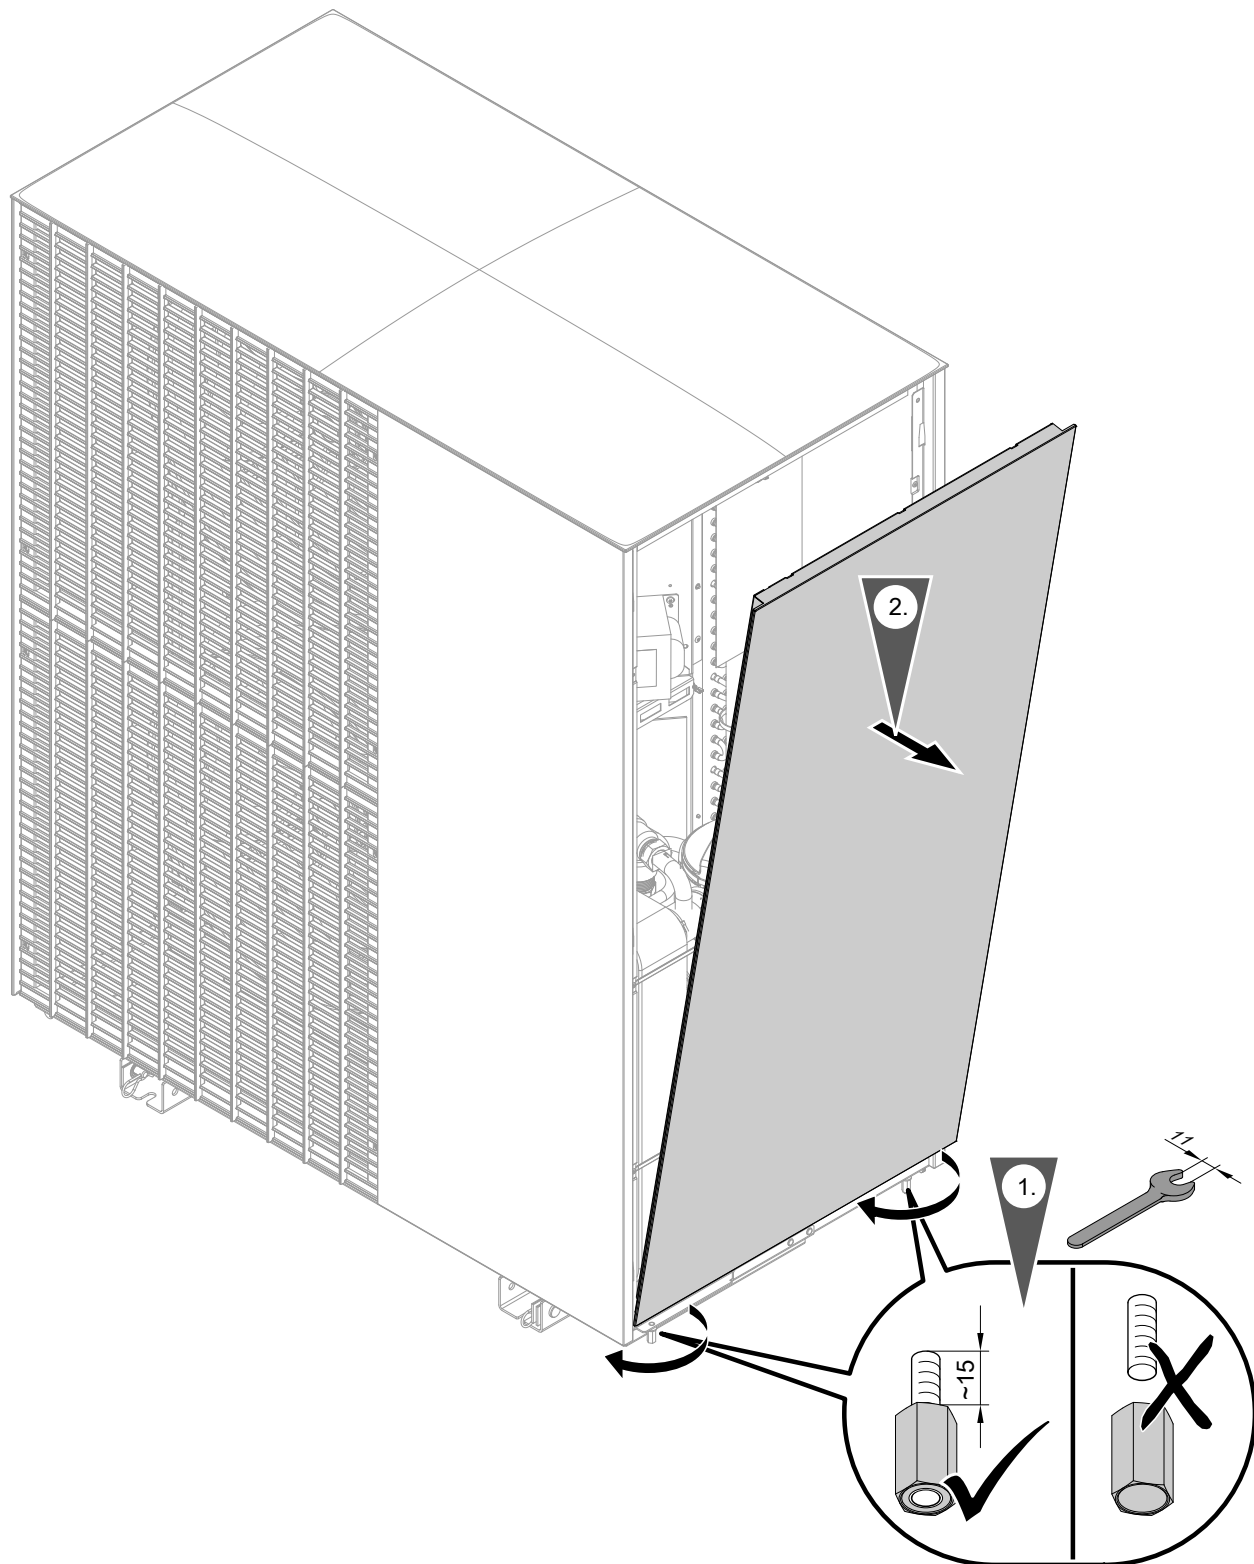

Abb. 102
1. Seitenverkleidung rechts abbauen: Siehe Abb. 102.
3. Seitenverkleidung rechts abbauen: Siehe Abb. 102.